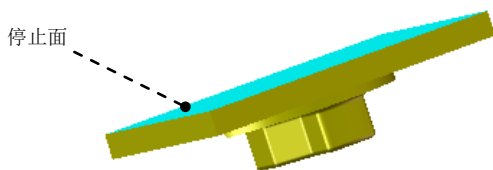
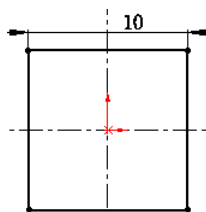

图 16.2.24 成形工具 1
图 16.2.27 横断面草图
Step15. 创建图 16.2.24 所示的零件特征——成形工具 1。
(1) 选择命令。选择下拉菜单 **插入(I)** → **钣金(B)** → **成形工具** 命令。
(2) 定义成形工具属性。定义停止面。激活“成形工具”对话框的 **停止面** 区域，选取图 16.2.27 所示的模型表面为成形工具的停止面。
(3) 单击 按钮，完成成形工具 1 的创建。